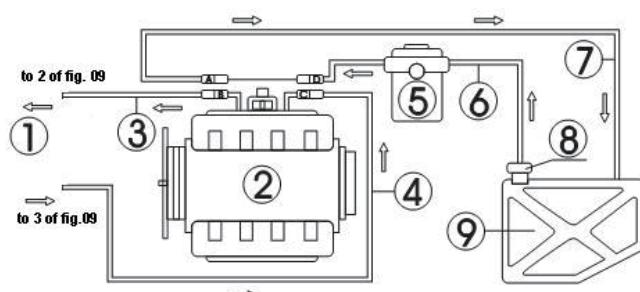

Fig.09
De slangleiding verbinding van de motor met de retourslang is afgebeeld in Fig.09.
- Koppel de aansluitingen van de brandstoftoevoer- (C, D) en brandstofretourslangen (A, B) van het brandstofsysteem van de motor los (wikkel de aansluiting met een handdoek omwikkeld wanneer u de aansluiting loskoppelt). Kies de juiste aansluitingen en sluit ze afzonderlijk aan op de B- en C-uiteinden, en sluit de andere uiteinden vervolgens aan op de overeenkomstige retourslang en uitlaatslang van het toestel. Zie Fig.09.